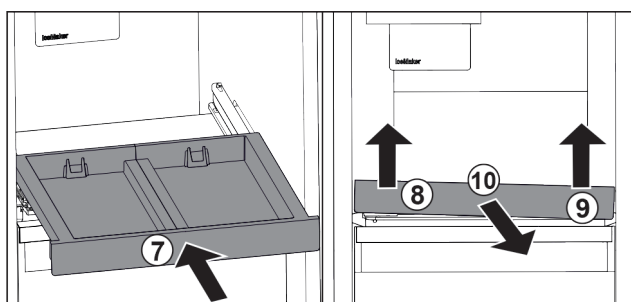

Fig. 96
- ▶ Вставьте выдвижную панель. Fig. 96 (7)
- ▶ Приподнимите выдвижную панель спереди слева. Fig. 96 (8)
- ▶ Приподнимите выдвижную панель спереди справа. Fig. 96 (9)
- ▶ Извлеките выдвижную панель движением вперед. Fig. 96 (10)